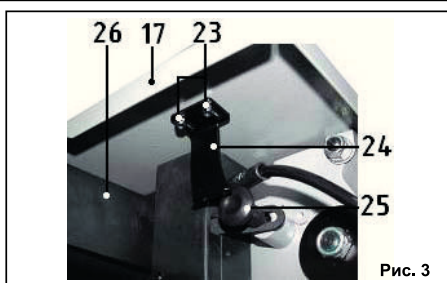

Рис. 3
8.1. Демонтаж транспортного крепления (Рис.3)